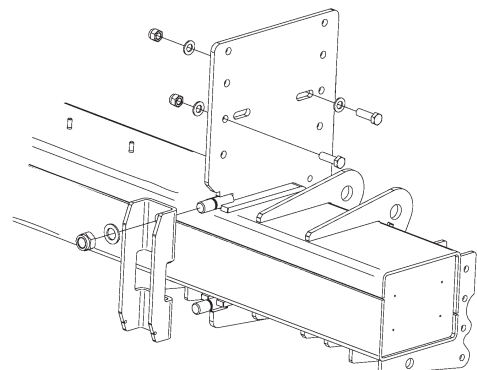

Bild 29. Montera U-profilen med tillhörande brickor och muttrar
8. Montera U-profilen med tillhörande brickor och muttrar utan att dra åt dessa. Skruva på muttrarna växelvis till dess att U-profilen ligger rakt an mot stommen, se Bild 29.